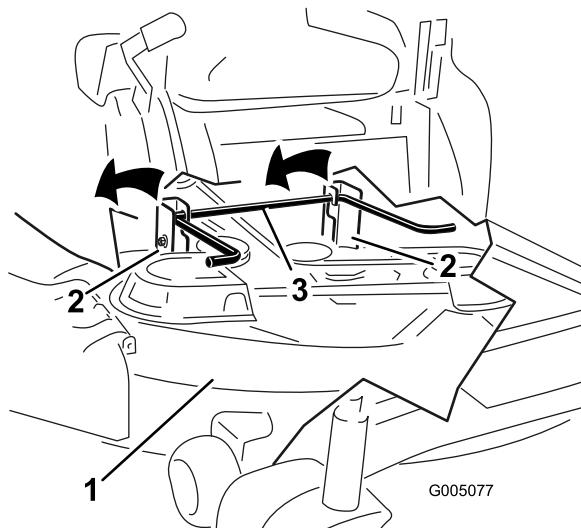

Figura 75
7. Levante a plataforma de corte e os suportes de suspensão afastando da haste de elevação traseira e baixe o cortador cuidadosamente até ao chão (Figura 75).
5. Levante parte de trás da plataforma de corte e oriente os suportes de suspensão por cima da haste de elevação traseira (Figura 75).